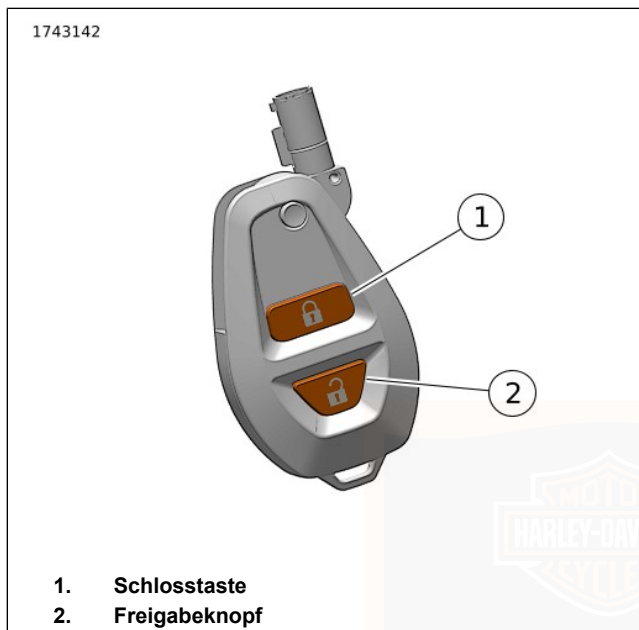

Abbildung 54. Schlüsselanhängers
Siehe Abbildung 54. Der Schlüsselanhänger dient als Fernbedienung zum Ver- und Entriegeln der Satteltaschen. Der Schlüsselanhänger kann die Verriegelungen bei EIN- oder AUSGESCHALTETEM Motorrad betätigen.
2. Siehe Abbildung 54. Zum Verriegeln die Verriegelungstaste (1) auf dem Schlüsselanhänger betätigen. Die Blinker blinken zweimal, um anzuzeigen, dass die Satteltaschen verriegelt sind.
3. Zum Entriegeln die Entriegelungstaste (2) auf dem Schlüsselanhänger betätigen. Die Blinker blinken einmal, um anzuzeigen, dass die Satteltaschen entriegelt sind.